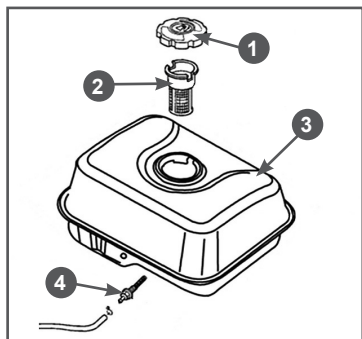

Рис. 26 Топливный бак и топливные фильтры
топливного бака. Второй фильтр конструктивно объединен со штуцером топливного бака и установлен внутри бака (Рис. 26).
полностью выработать топливо. Одновременно с очисткой топливного бака необходимо проверять и очищать фильтр 4, установленный внутри бака (Рис. 26). Поврежденный или сильно загрязненный фильтр необходимо заменить.
3. Выкрутите из топливного бака выходной штуцер 4 и произведите его очистку (Рис. 26). Внимательно осмотрите сетчатый фильтр. При обнаружении механических повреждений замените штуцер топливного бака.